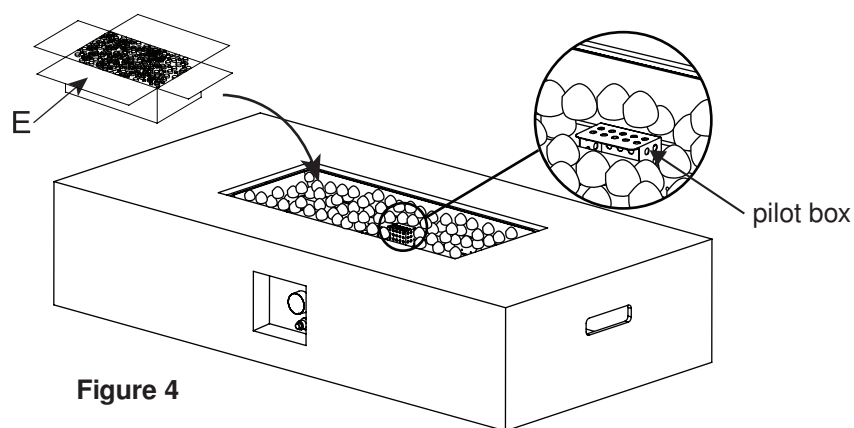

Figure 4
5. Versez les pierres de lave (E) dans le foyer du brasero (B) (voir Figure 4).